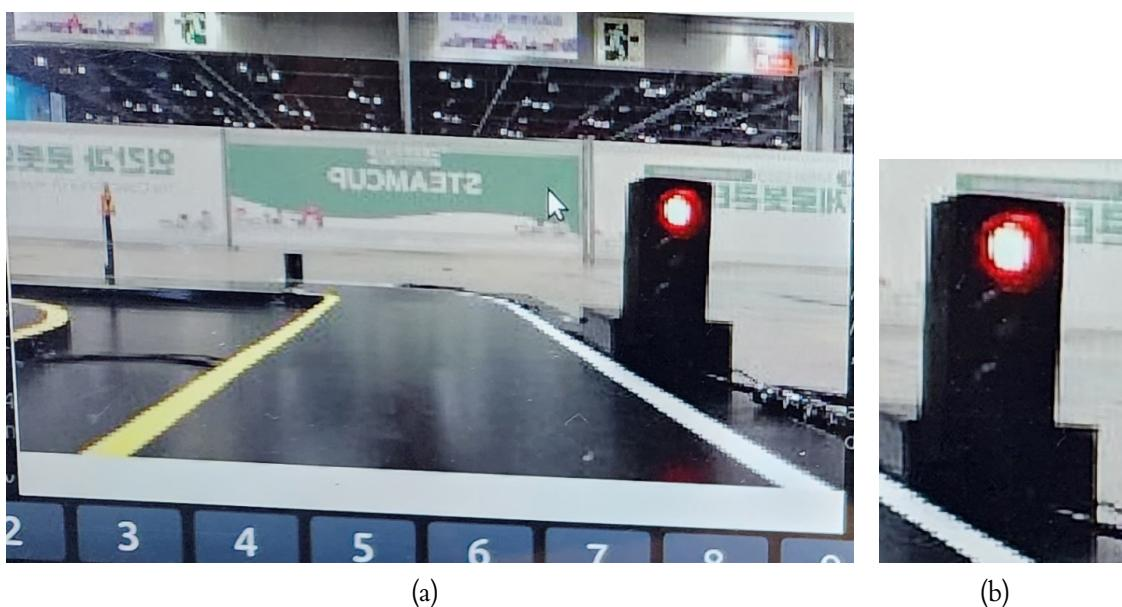

Figure 19: (a) 카메라로 입력 받은 원본 이미지. (b) cbImage에서 신호등 ROI 영역만 추출한 이미지.
- [cbImage] 함수에서 Figure 19(a)의 이미지 중 우측에서 40x35(WxH) 영역을 추출하여 Figure 19(b)의 형태로 변환.